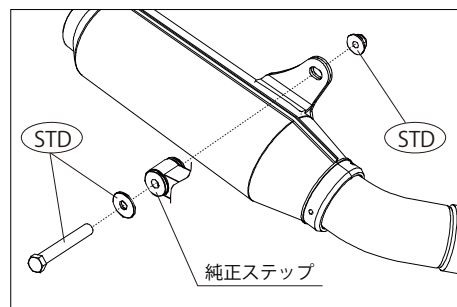

図 2
- ② マフラーを車体へ仮組みします。
- ※注意：サイレンサーステーは、タンデムステップ内側(車体とステップの間)になるようにして下さい(図.2)